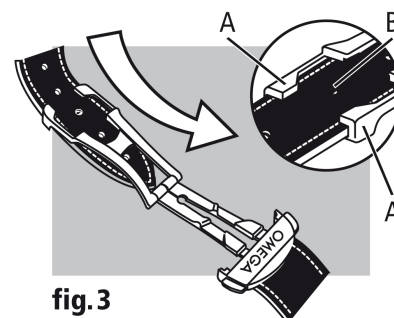

fig.3
Ajuste do comprimento (fig. 3): solte a junção longa de duas guias (A) e o pino (B). Desloque a bracelete no sentido desejado e introduza novamente o pino e as duas guias.